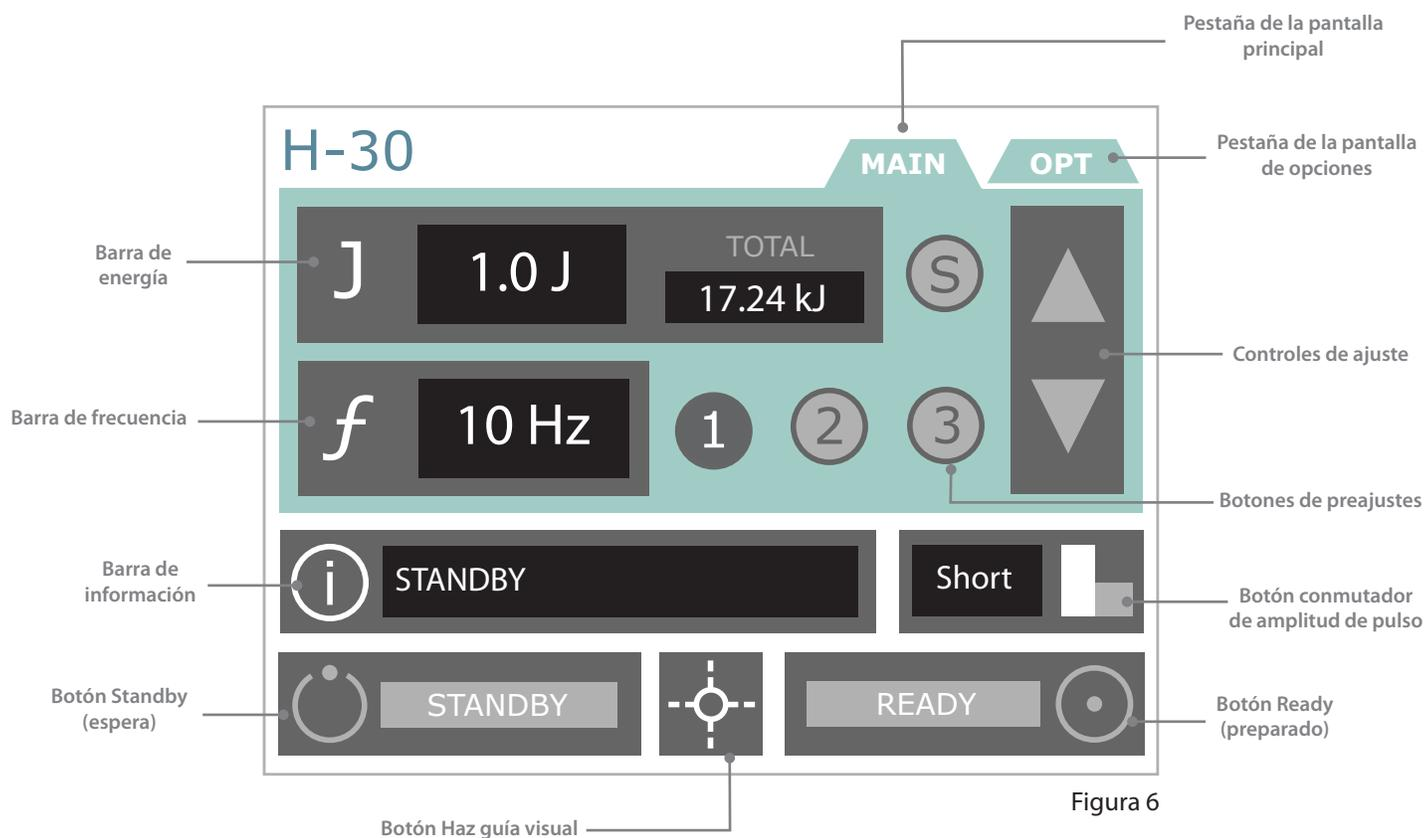

Figura 6
8. Pulse el botón **Ready** (preparado). (Consulte la figura 6, página 2-32). La barra de progreso «READY» (PREPARADO) tardará unos dos segundos en llenarse.
7. Pulse el botón **Ready** (preparado). (Consulte la figura 6, página 2-32). La barra de progreso «READY» (PREPARADO) tardará unos dos segundos en llenarse.
Elementos de la pantalla principal (Consulte la figura 6)
(mediante el botón conmutador de la pantalla principal) (Consulte la figura 6, página 2-32).